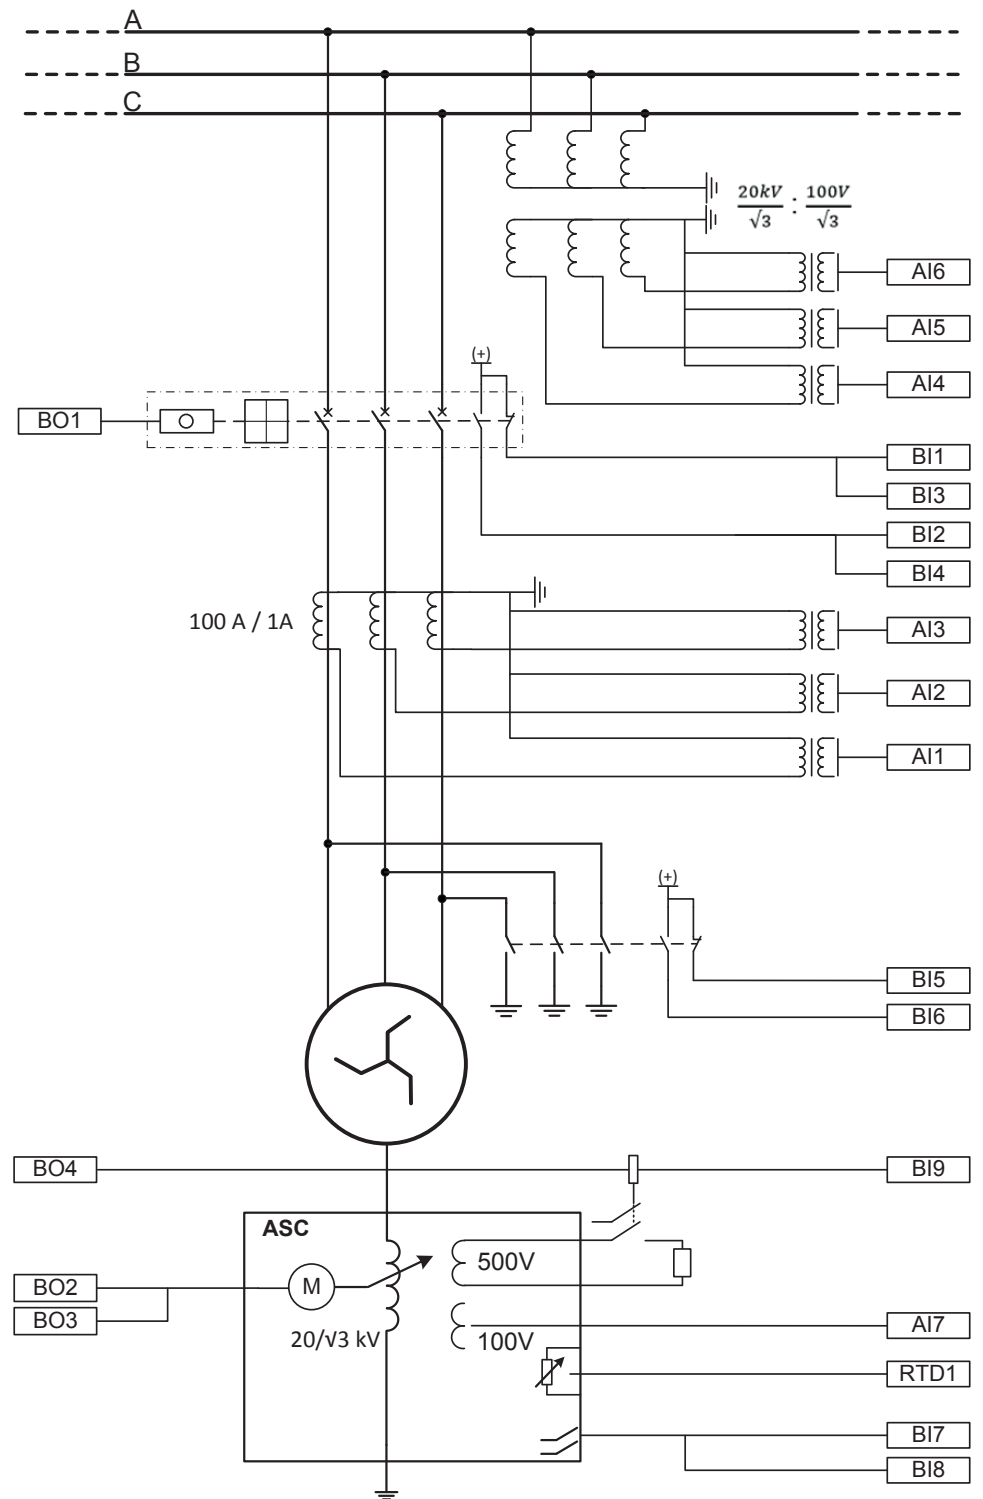

Abb. 161: Relaischnittstelle der Petersen-Spulensteuerung - Beispiel
Abbildung 161 zeigt einen Analogeingang (AI), Binäreingang (BI), Binärausgang (BO) und Widerstandtemperaturdetektor (RTD)-Signale, die für die Implementierung des Anwendungsbeispiels verwendet werden.